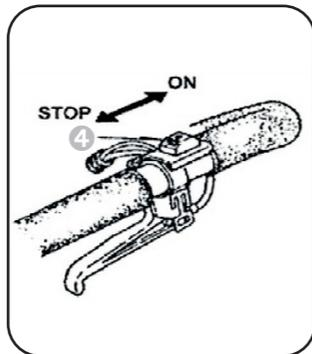

Рисунок 6.3.1.
4. Остановка. Снизить скорость двигателя и переместить выключатель зажигания в положение остановки STOP. (Рис.6.3.1.)